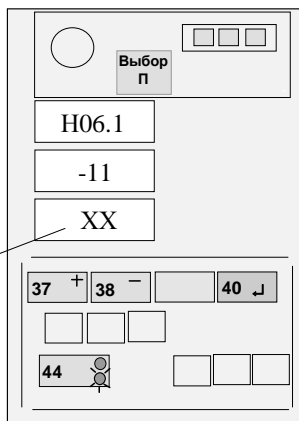

Рисунок 13 - Ввод температурного коэффициента ПрУ
Если значение температурного коэффициента, указанное на корпусе ПрУ, отличается от значения, выдаваемого на средний ИЖЦ, нажатием кнопки 44 установить на верхнем ИЖЦ код "Н06.1", а затем, нажимая кнопки "+" (37) и "-" (38), установить на среднем ИЖЦ значение коэффициента для ПрУ (см. рисунок 13 для коэффициента М11), причем знак плюс на индикаторе не отображается, а знак минус отображается символом " - ".